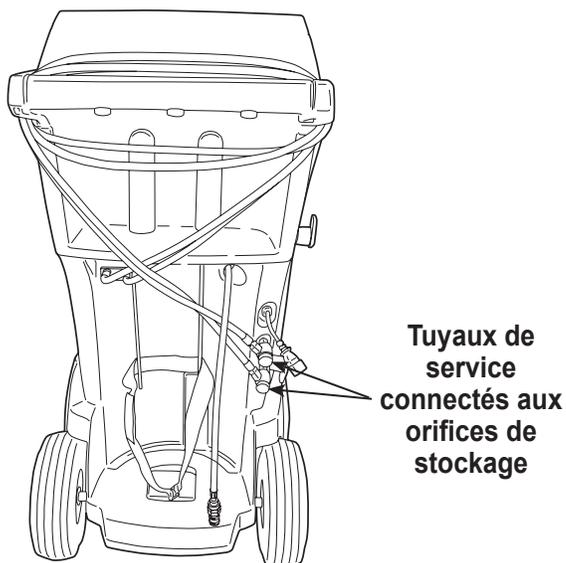

Figure 2
1. Quand vous y êtes invité, connectez les tuyaux de service de la machine à leurs orifices de stockage, comme indiqué sur la figure 2.